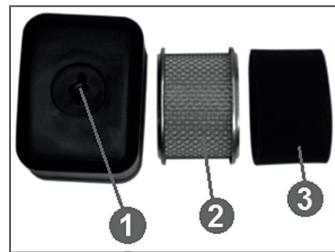

Рис. 21 Конструкция воздушного фильтра
- Открутите барашковую гайку (1) и снимите крышку воздушного фильтра (Рис.21).
- При незначительном загрязнении промойте поролоновый фильтрующий элемент (3) теплым мыльным раствором и просушите. Слишком грязный или поврежденный поролоновый фильтрующий элемент замените.